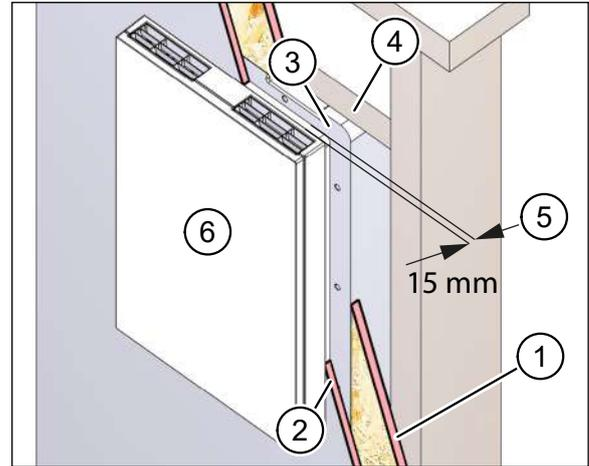
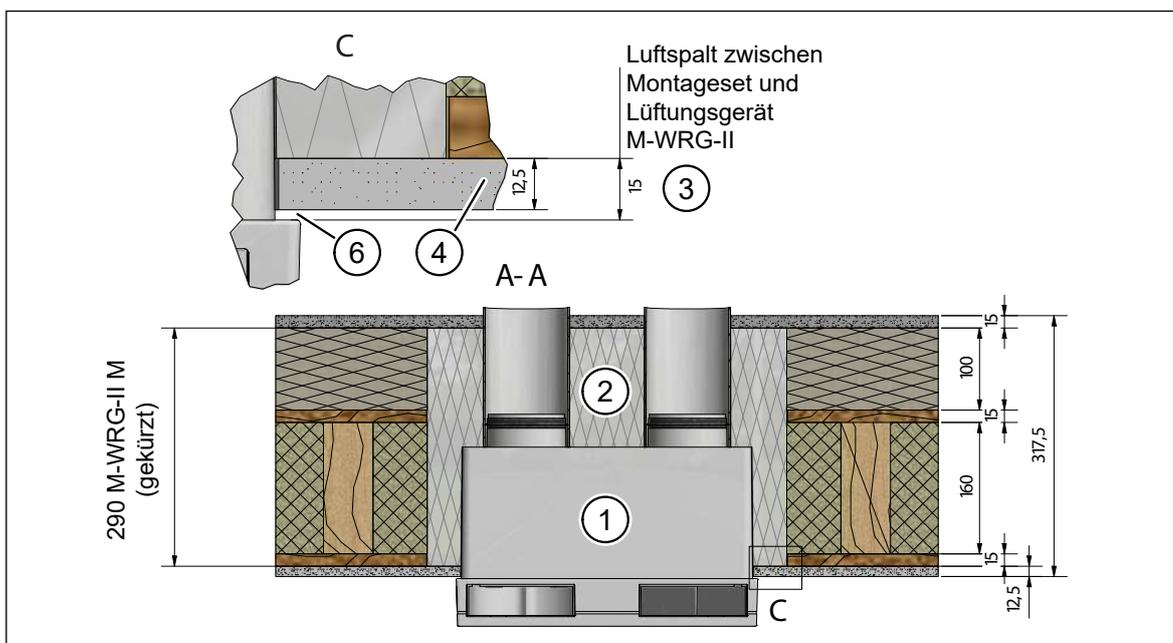

Abb. 21: Putzrahmentiefe 15 mm
Abb. 22: Positionierung des Montagesets in der Außenwand, Maße in Millimeter
- Die Innenwandverkleidung besteht aus einer 15 mm starken OSB-Platte (Pos. 1 in Abb. 21) und einer 12,5 mm starken Gipskartonplatte (Pos. 2 in Abb. 21).
- Die Frontfläche des Mauerkastens (Pos. 3 in Abb. 21) steht 15 mm über die beiden Riegel (Pos. 4 in Abb. 21) über. In diesem Fall schließt die OSB-Platte bündig mit der Frontfläche des Mauerkastens ab.
- Der Luftspalt (Pos. 5 in Abb. 21) von 15 mm zwischen der Frontfläche des Mauerkastens und dem Gehäuse des Lüftungsgerätes (Pos. 6 in Abb. 21) wird durch die 12,5 mm starke Gipskartonplatte aufgefüllt. Die verbleibende Schattenfuge von 2,5 mm kann verfugt werden.
- Das Lüftungsgerät (Pos. 6 in Abb. 21, Pos. 1 in Abb. 22) muss beim späteren Einbau bis zum Endanschlag in den Mauerkasten (Pos. 3 in Abb. 21, Pos. 2 in Abb. 22) eingeschoben werden. Nur so ist sichergestellt, dass kein Kondensat zwischen der Rückwand des Lüftungsgerätes und dem Mauerkasten entsteht.
- Wenn das Lüftungsgerät bis zum Endanschlag in den Mauerkasten eingeschoben wird, verbleibt ein Luftspalt (Pos. 5 in Abb. 21, Pos. 3 in Abb. 22) von 15 mm zwischen der Frontfläche des Mauerkastens und dem eingesetzten Lüftungsgerät. Dieser Spalt wird optimalerweise durch die abschließende Schicht der Innenwandverkleidung gefüllt.
- Ist die abschließende Schicht der Innenwandverkleidung (Pos. 2 in Abb. 21, Pos. 4 in Abb. 22) dünner als 15 mm, wird der 15 mm starke Luftspalt (Pos. 5 in Abb. 21, Pos. 3 in Abb. 22) zwischen der Frontfläche des Mauerkastens und dem eingesetzten Lüftungsgerät nicht komplett gefüllt, sodass eine Schattenfuge (Pos. 6 in Abb. 22) entsteht. Diese kann verfugt werden.
- Ist die abschließende Schicht der Innenwandverkleidung (Pos. 2 in Abb. 21, Pos. 4 in Abb. 22) stärker als 15 mm, muss der Mauerkasten an der Frontseite um das Differenzmaß, das 15 mm überschreitet, gekürzt und nach vorne versetzt werden, um den Luftspalt zwischen Lüftungsgerät und Mauerkasten zu vergrößern. Alternativ kann die letzte Schicht der Innenwandverkleidung um das Differenzmaß ausgefräst werden.